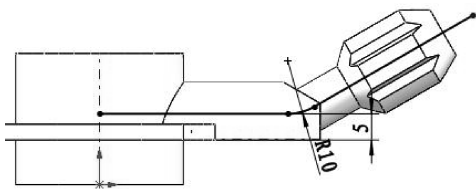

图 3-116 绘制草图曲线
- 在【草图】选项卡中单击【草图绘制】按钮,选择前视基准面作为草图平面,绘制如图3-116所示的草图曲线。